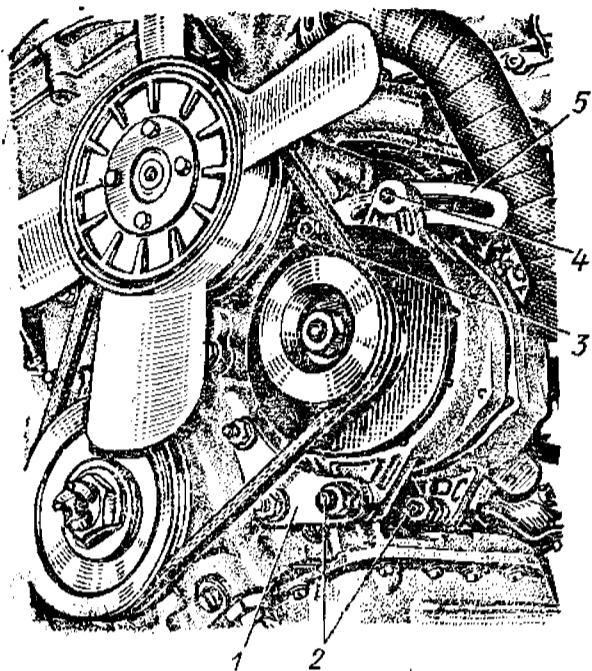
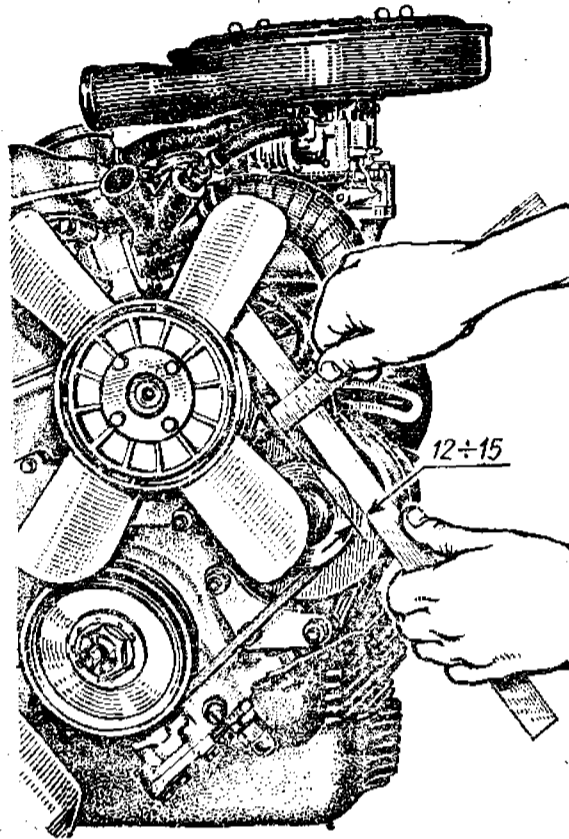

Рис. 55. Расположение генератора на двигателе:
Рис. 56. Проверка натяжения ремня привода вентилятора
**Проверка и регулировка натяжения ремня привода вентилятора.** Если натяжение ремня между шкивами водяного насоса и генератора нормальное, то его прогиб при небольшом нажиме равен 12—15 мм. Чтобы натянуть ремень, отпускают болт 4 (рис. 55) подвижного соединения генератора с регулировочной планкой 5, гайку 3 болта крепления регулировочной планки и корпуса водяного насоса к блоку цилиндров, гайки и контргайки болтов 2 крепления генератора к кронштейну 1 на блоке цилиндров. Затем перемещают генератор в направлении блока цилиндров настолько, чтобы ремень можно было прогнуть на 12—15 мм, несильно нажимая измерительной линейкой (рис. 56). В этом положении генератора затягивают болт 4 (см. рис. 55) и снова проверяют натяжение ремня. Если регулировка не нарушилась, окончательно затягивают гайки и контргайки болтов 2, а затем гайку 3.